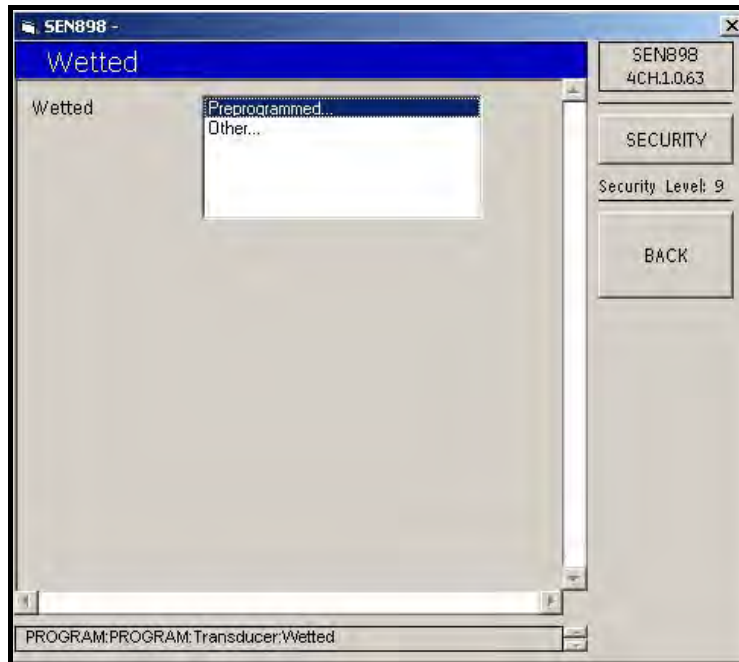

Figure 58: Options pour les transducteurs mouillés
12. Si vous avez sélectionné Other dans l'écran Wetted (voir la Figure 58, page 82), l'écran suivant s'affiche.